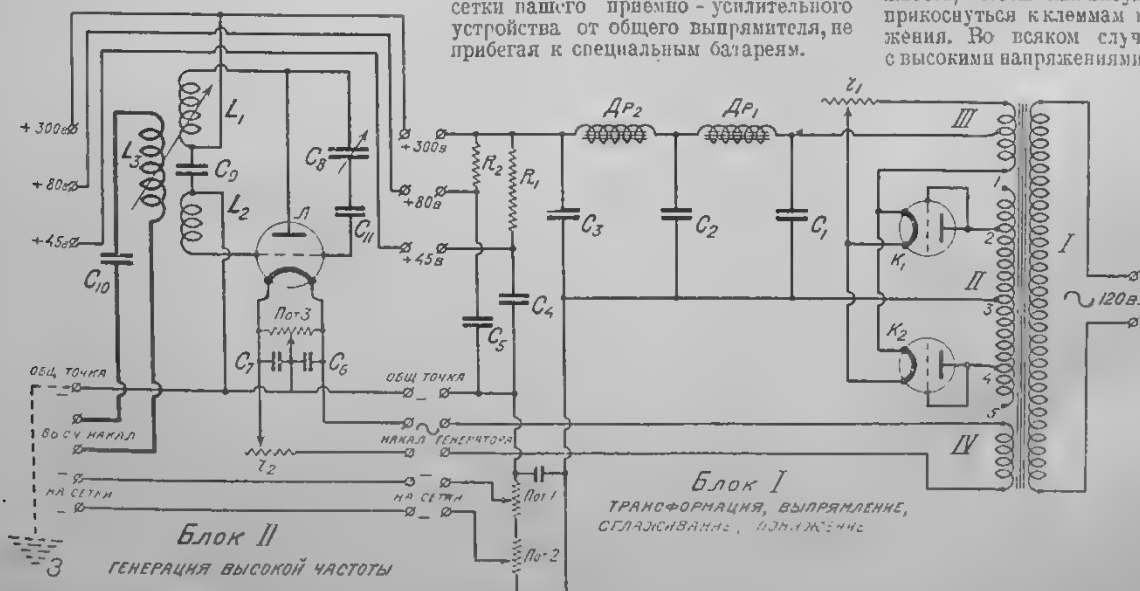

Рис. 1. Принципиальная схема.
Как видно из схемы (рис. 1), выпрямительная часть устройства состоит из трансформатора, имеющего несколько обмоток. Первичная (I) обмотка этого трансформатора питается от сети переменного тока (120 в). Вторичная обмотка (II) имеющая среднюю точку и отводы от промежуточных витков, повышает напряжение сети переменного тока до 1.000 вольт. На анод каждого кенотрона (K_1 и K_2) подводится 300 вольт переменного тока. В качестве кенотронов служат лампы УГ1, у которых сетка и анод соединены накоротко. Понижающая обмотка трансформатора (III) даёт около 4,5 в и служит для питания накала кенотропных ламп K_1 и K_2 . Эта обмотка также имеет „среднюю точку“. Реостат r_1 служит для регулировки накала кенотронов, сопротивление его равно одному ому. Другая — повышающая обмотка трансформатора (IV) служит для питания накала генераторной лампы (Л). Далее идет